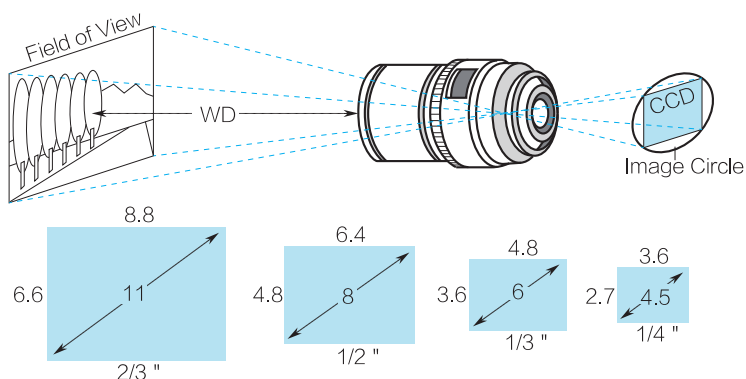

图 2-1-20 芯片尺寸
3) 芯片尺寸。芯片尺寸是指感光区域对角线距离，如图 2-1-20 所示，是影响成像表现力的硬指标之一。芯片尺寸的大小是由分辨率和像素大小决定的。通常以英制单位表示，比如 1/4in，1/3in，1/2.3in 等。芯片尺寸越大，材料成本越高。